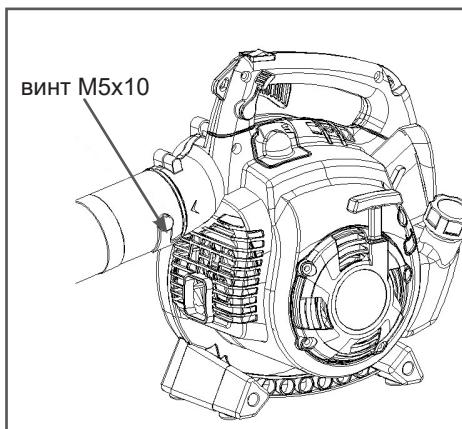

Рис. 5 Закрепление трубы В
- Закрепить напорную трубу В винтом M5x10 (см. Рис. 5).